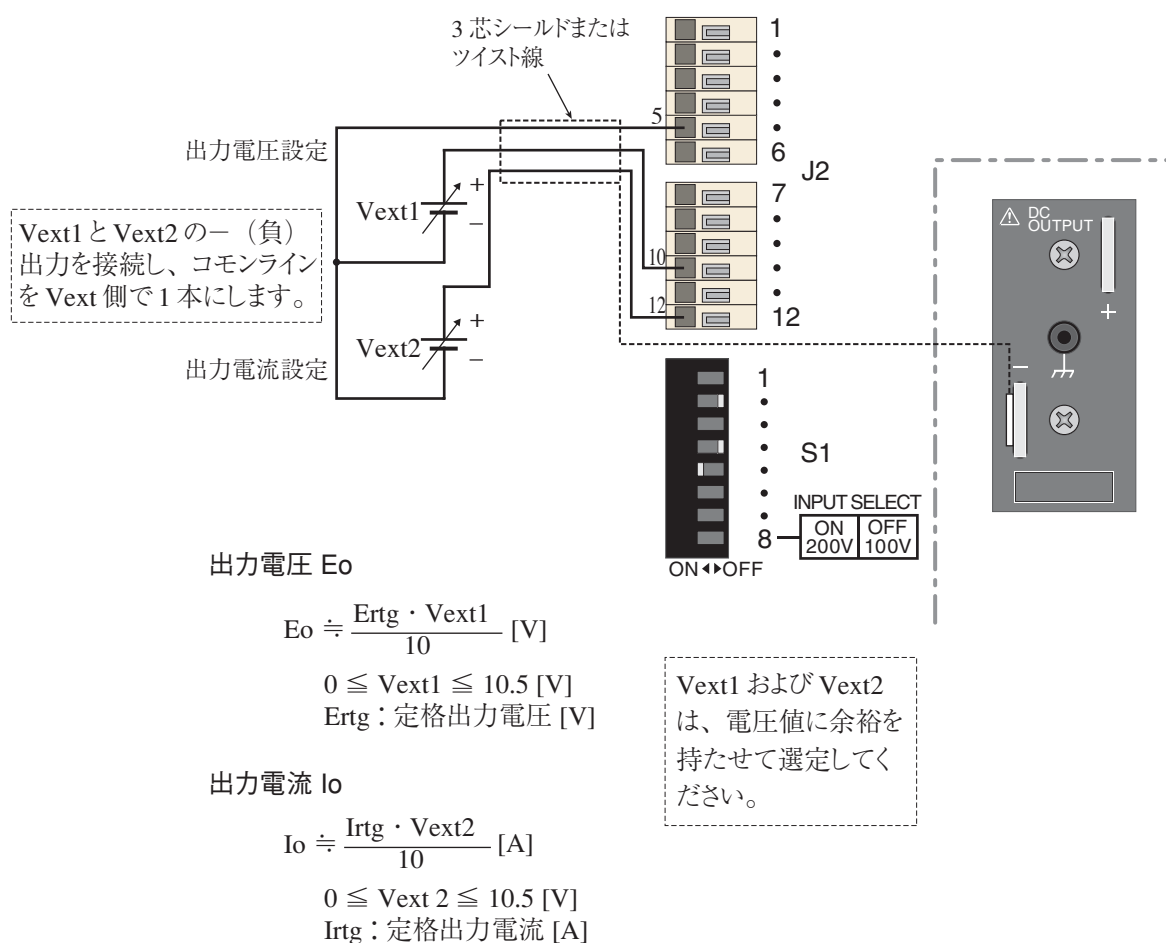

図 4-8 コントロール 2 の接続
- ・ Vext1 と出力電圧 Eo、および Vext2 と出力電流 Io との関係は、ほぼ図 4-8 に示した式ようになります。しかし、出力値に精度が要求される場合は、Vext1 および Vext2 の値によってゼロと出力する最大値を調整する必要があります。